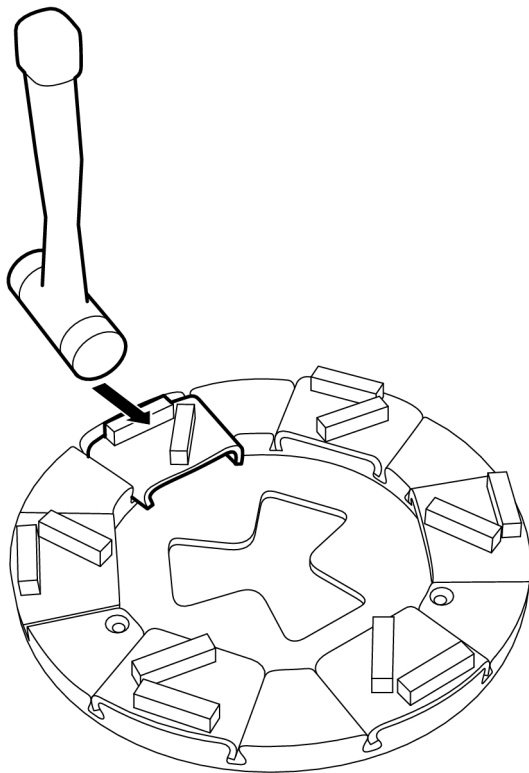

Рисунок 4-15. Снятие головок
1. Выбейте шлифовальную головку из держателя несколькими легкими ударами молотка, чтобы открылся механизм фиксации, см Рисунок 4-15, стр. 27. Затем извлеките головку из направляющего паза.